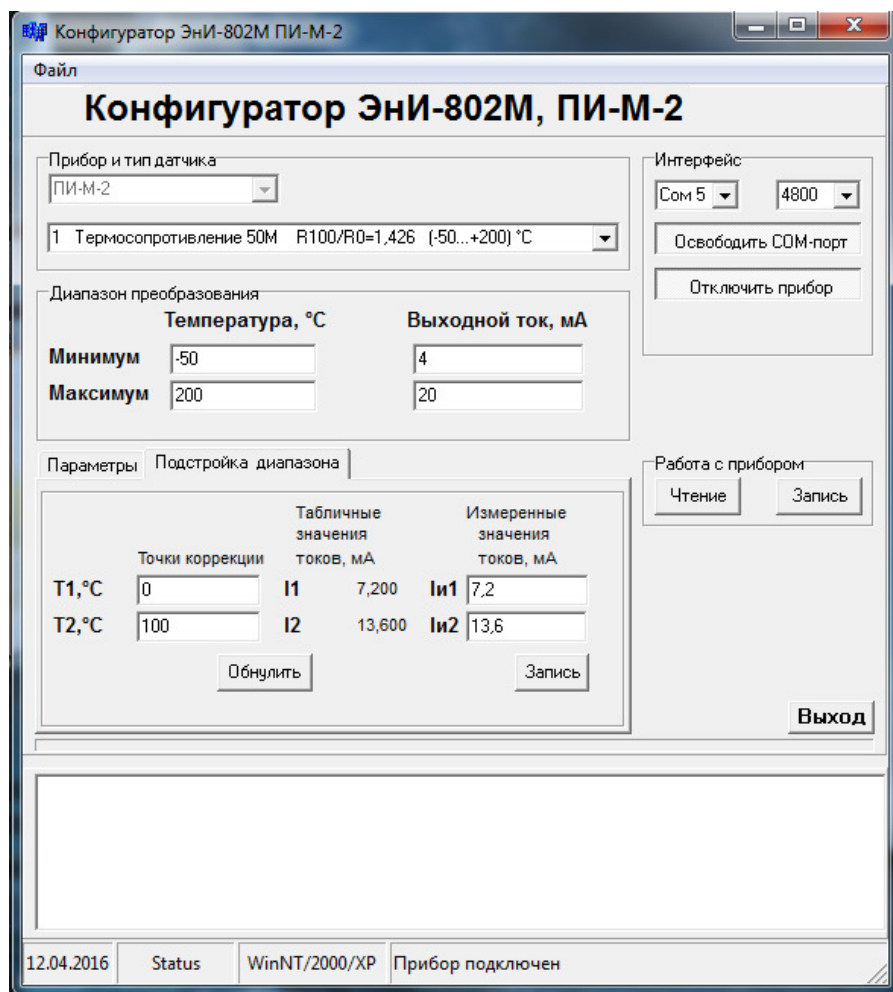

Рисунок 5 — Окно программы при подключенном ПИ-М-2
8.1.9 Нажмите на кнопку «Подключить прибор», если ПИ-М-2 исправен и подключение выполнено правильно, кнопка останется в нажатом состоянии, а надпись на ней сменится на «Отключить прибор». Одновременно станут активными кнопки «Чтение» и «Запись» в панели «Работа с прибором» и разблокируются панель «Диапазон преобразования» и вкладка «Подстройка диапазона» (см. рисунок 5).
8.3.5 Во вкладке «Подстройка диапазона» (см. рисунок 5) установить значение температуры двух точек  $T_1$  и  $T_2$  внутри диапазона измерения (поле «Точки коррекции»), в которых будет происходить подстройка. В полях «Измеренные значения токов» и «Табличные значения токов» отображаются токи  $I_1$  и  $I_2$  на выходе ПИ-М-2, которые должны соответствовать входным сигналам в случае идеальных первичных преобразователей.